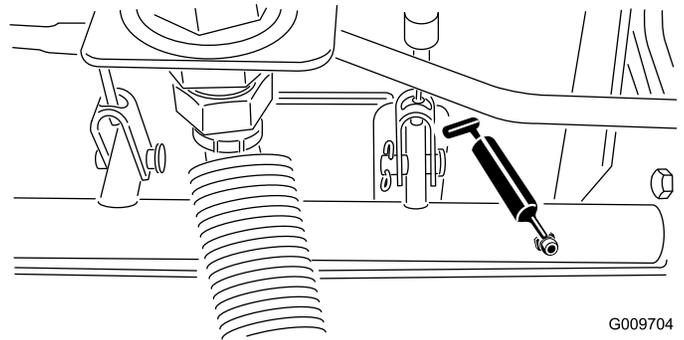

Figure 49
- Roulements d'axes de pivots de freins (5) (Figure 49)